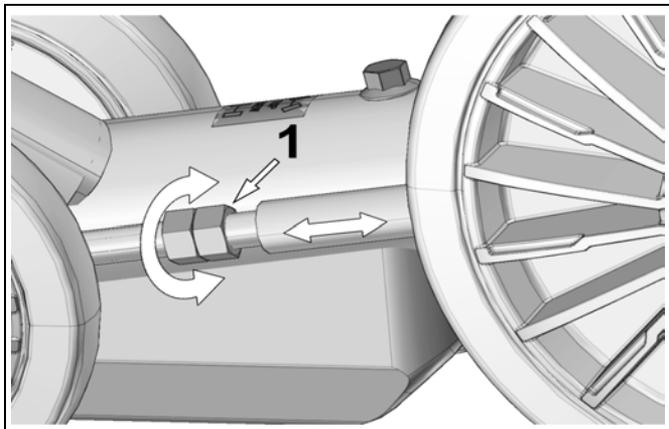

Figure 23
Desserrer le contre-écrou et tourner l'écrou d'ajustement (1) pour régler la tension de la chenille. Voir la Figure 23.